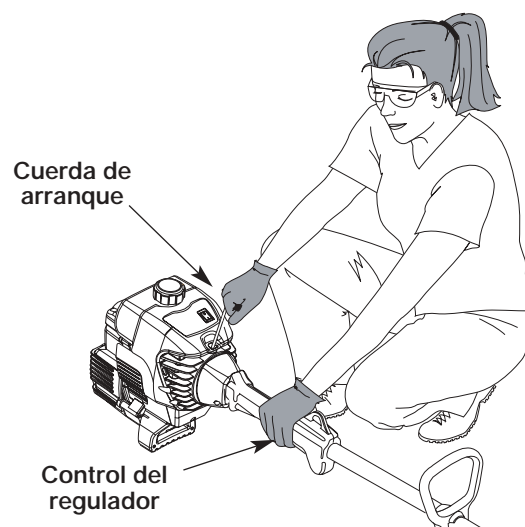

Fig. 8
ADVERTENCIA: Evite los arranques accidentales. Colóquese en posición de inicio cuando tire de la cuerda de arranque (Fig. 8). El operador y la unidad deben estar en una posición estable al arrancar la unidad para evitar graves lesiones personales.
5. Soporte en la posición de arranque (Fig. 8) y apriete el control de aceleración. Hale el cordón de arranque con un **movimiento controlado y uniforme** hasta 5 veces.